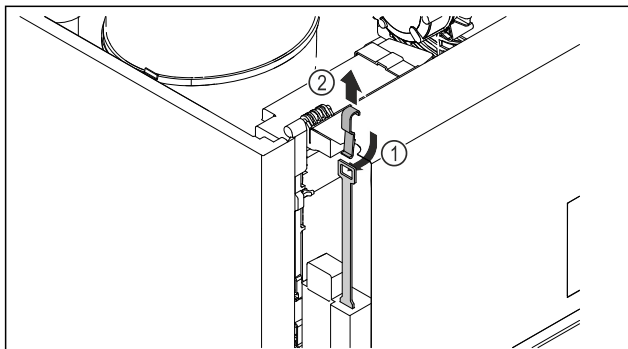

Fig. 248
- Iš viršaus įstumkite avarinio atrakinimo raktą Fig. 248 (1), užkabinkite už užrakto ir traukite į viršų Fig. 248 (2).